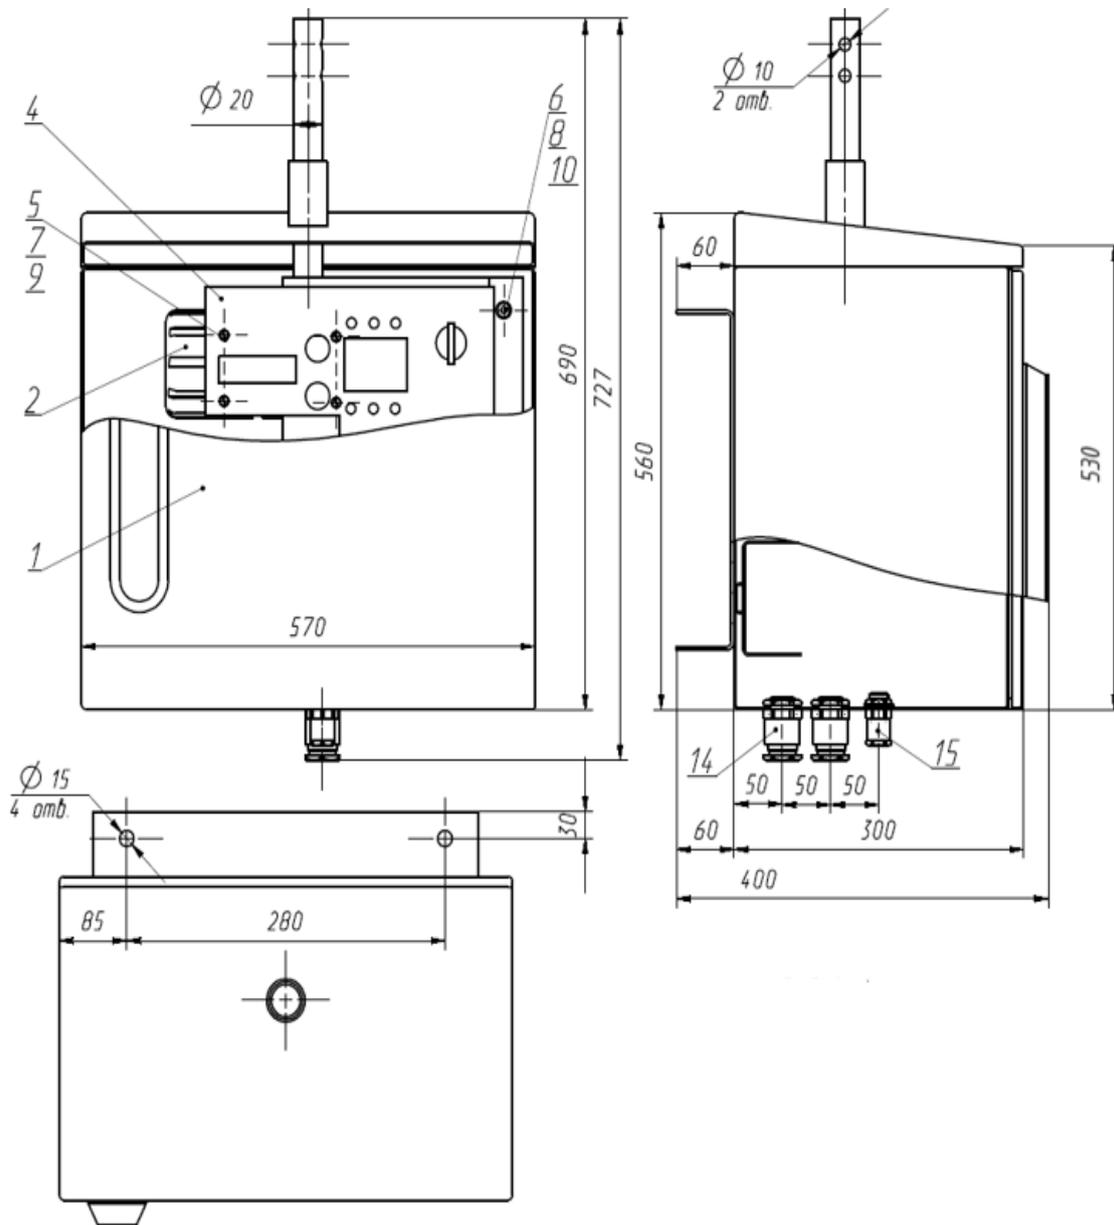

Рис. 1.1 Общий вид шкафа
- привод электромоторный автоматизированный со шкафом управления ПД-2-ТМ (общий вид на рис.1.1 и блок-схема на рис.1.2) или ПД-3-ТМ – 1 шт.;